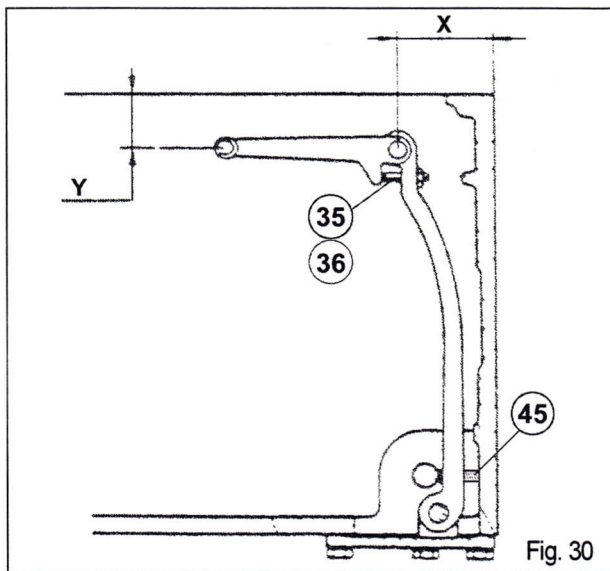

Fig. 30
- Indstil boltene (45) til afstanden $X = 90 \text{ mm} \pm 0,5$ (Fig. 30).